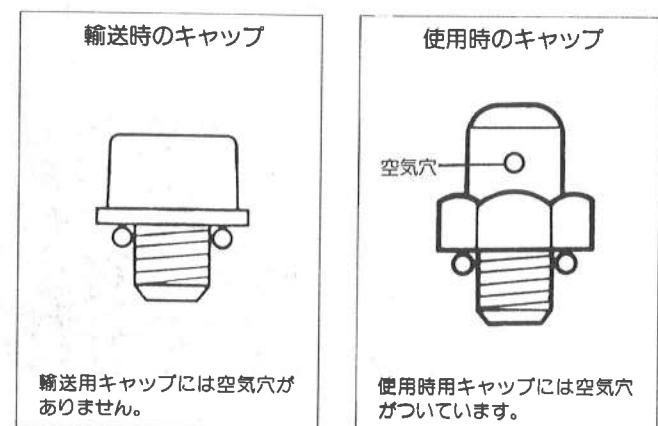

図4
- オイル注入口のキャップに空気穴がついていません。袋の中の空気穴のついたキャップと交換をして下さい。(図4参照)